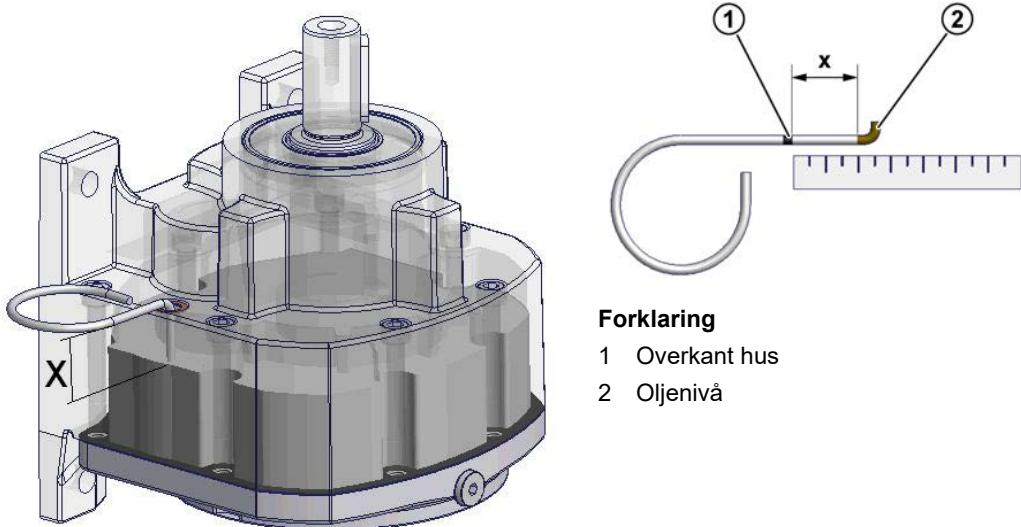

Fig. 34: Mål oljenivå
2. Mål dimensjonen X mellom overkanten av girkassehuset og oljenivået. Juster om nødvendig oljepeilepinnen (se Fig. 34).